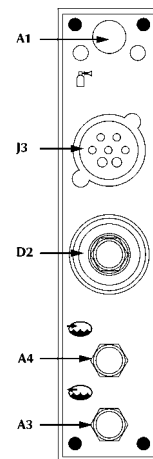

Fig. 9
- Fest kablene til uttak D2 / J3 (fig. 9) og kjølevæskeslangene til uttakene A3 / A4.
- Fest gasslangen på festet bak (fig. 9) 1/4 tommer